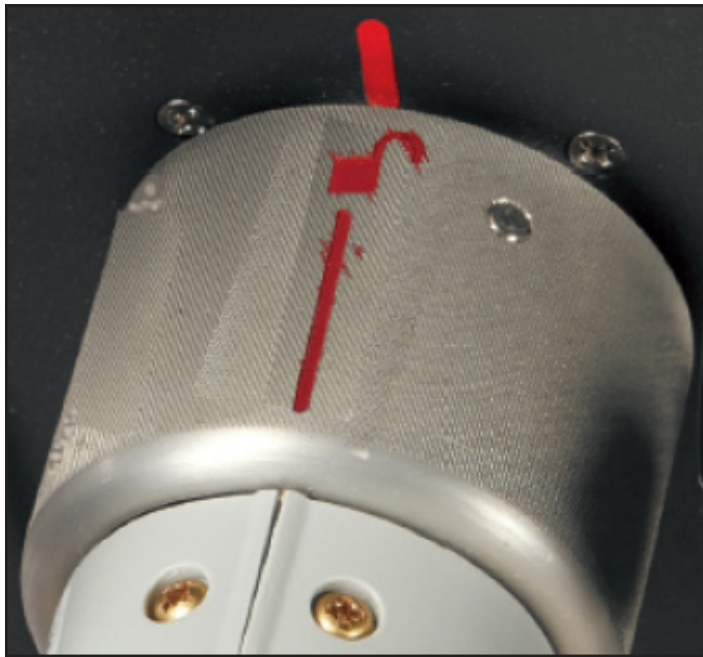

Figura 19. Deconectarea liniei de gaz a cablajului cutiei de joncțiune (racordul conexiunii de gaz în poziție deblocată)
- c. Deconectați linia de gaz de la priza de conectare a gazului de la consolă rotind racordul de conexiune a gazului în sens orar în poziția deblocată (Figura 19).
- c. Deconectați linia de gaz de la priza de conectare a gazului de pe cutia de joncțiune rotind racordul de conexiune a gazului în sens orar în poziția deblocată (Figura 19).
- c. Deconectați linia de gaz de la priza de conectare a gazului de pe cutia de joncțiune și panoul de conexiune mobilă rotind racordul de conexiune a gazului în sens orar în poziția deblocată (Figura 19).